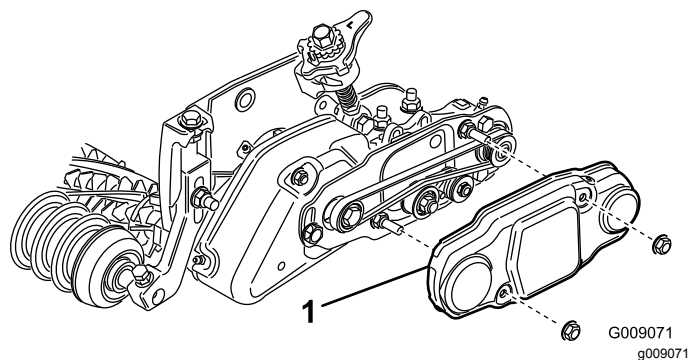

Рисунок 34
26. Наденьте кожух ремня на монтажные болты и затяните две фланцевые гайки (Рисунок 34).